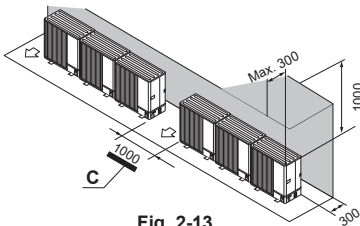

Fig. 2-13
- (2) Obstrucții sau suprafețe închise numai în spate și deasupra (Fig. 2-13)
- C: Spațiu (Fig. 2-13)